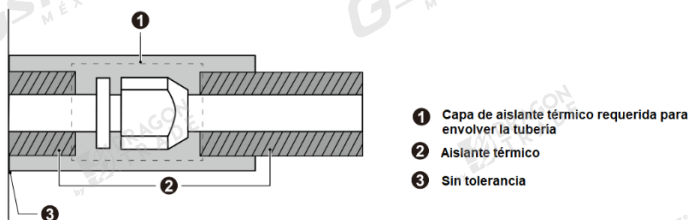

Fig.3.4.10
2. Las juntas en las unidades interiores y exteriores deben envolverse con material aislante y no dejar espacio libre entre la tubería y la pared. Ver Fig.3.4.10.